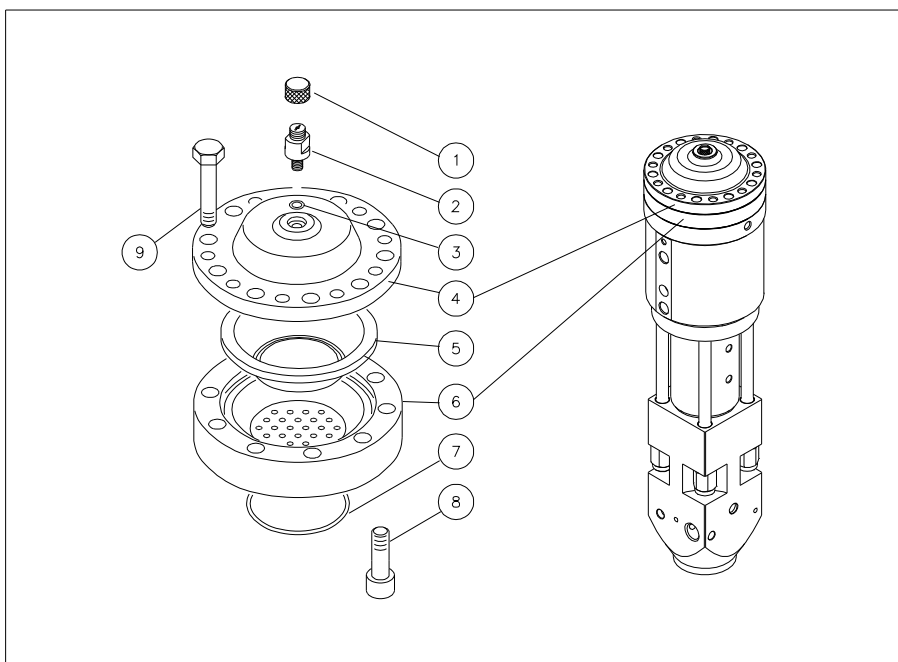

FIG. 22
En se référant à la figure 22, entre le corps accumulateur (6) et la calotte (4) se trouve une membrane (5); le tout est uni par les vis (8). Cet assemblage est fixé à la tête du marteau par les vis (9). Au centre de la calotte accumulateur se trouve la soupape (2) de rechargement de l'azote avec le bouchon (1).
En se référant à la fig. 22 et aux tables des pièces détachées, voici la liste des couples de serrage des vis.